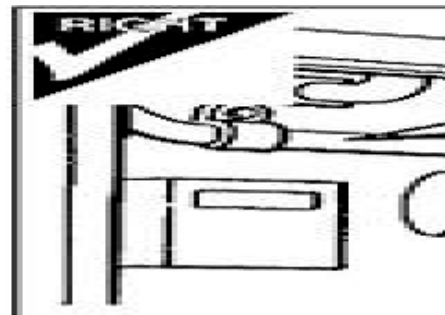

Рис. 1-20
- Обязательно носите защитные перчатки и очки при проверке гидравлической системы и используйте пластину оргалита, чтобы обезопасить лицо от попадания гидравлического масла (рис. 1-20). Если гидравлическое масло попадает на кожу или в глаза, немедленно обратитесь к врачу.